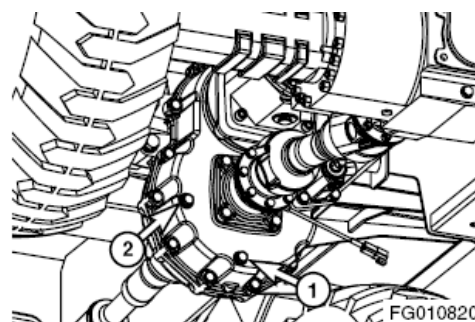

Figura 82
2. Limpie toda suciedad, grasa y otros materiales de los alrededores de los orificios de drenaje (1, Figura 82) y llenado (2) de la transmisión.
5. Quite el tapón de llenado (2, Figura 82) y llene hasta la parte inferior del orificio de llenado con líquido aprobado para transmisión.